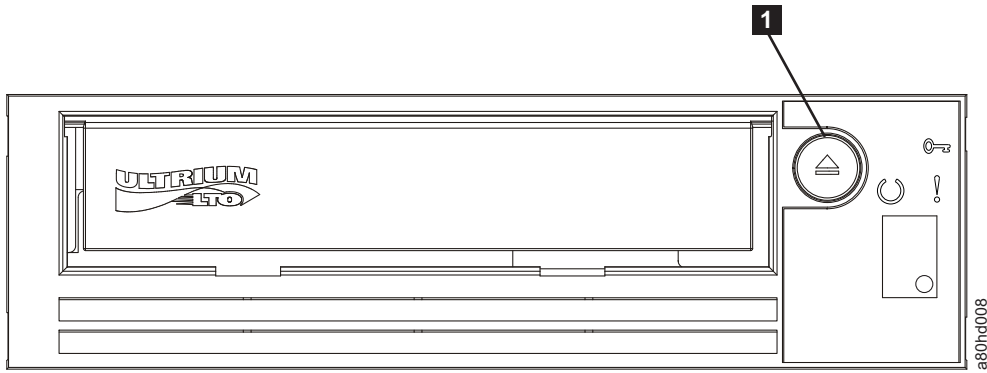

Figura 3-3. Cómo restablecer la unidad
La unidad se puede restablecer sin tener que apagar el sistema ni la unidad. Esto puede ser necesario si la unidad deja de responder. Si desea restablecerla, pulse y mantenga pulsado el botón de expulsión en el panel frontal de la unidad de cintas durante 10 segundos (Figura 3-3 en la página 3-2). La unidad provoca un volcado de los datos técnicos imprescindibles en la memoria de la unidad y sobrescribe el volcado existente. A continuación, la unidad se reinicia para permitir que se establezca la comunicación.
2. Pulse el botón de expulsión (consulte **1** en la Figura 3-3 en la página 3-2). La unidad rebobinará la cinta y expulsará el cartucho. El LED de Lista/Actividad parpadea en verde mientras la cinta se rebobina y, a continuación, se apaga antes de que el cartucho se haya expulsado.